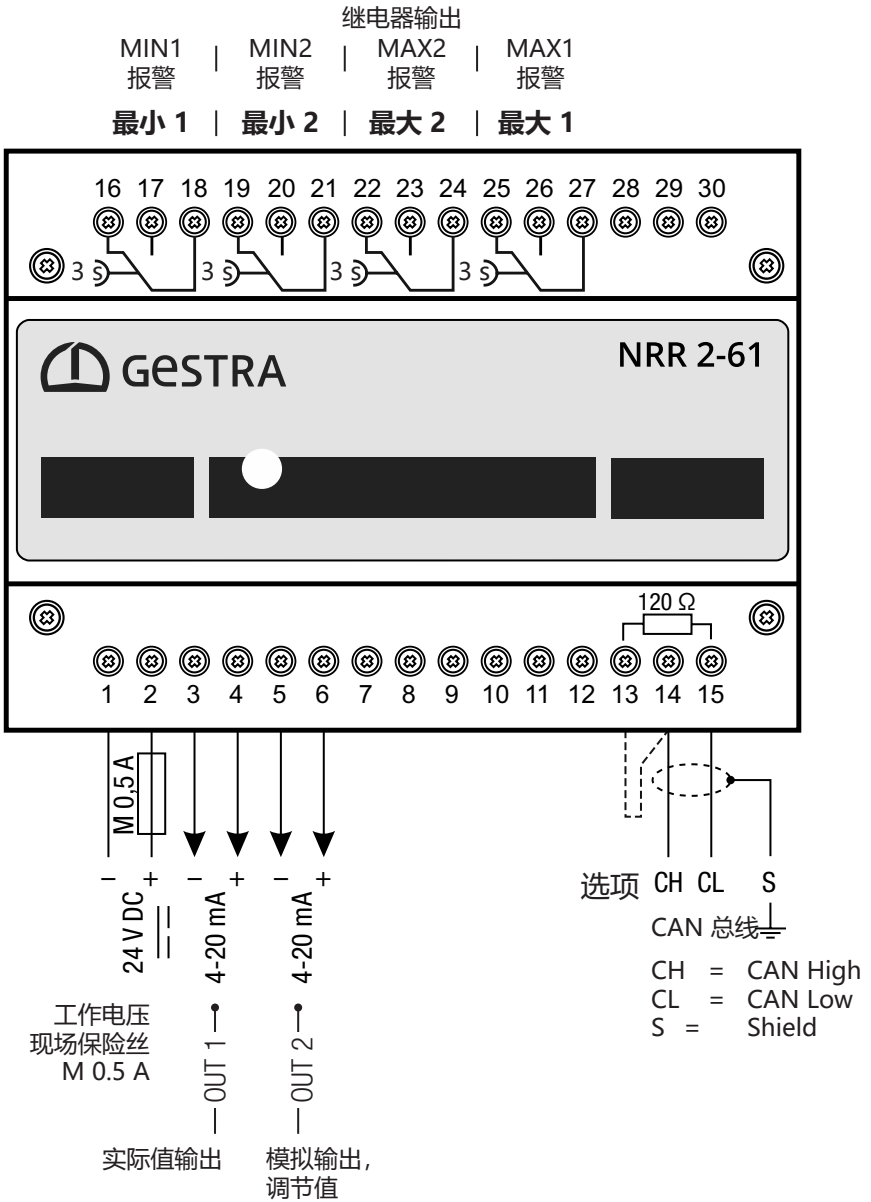
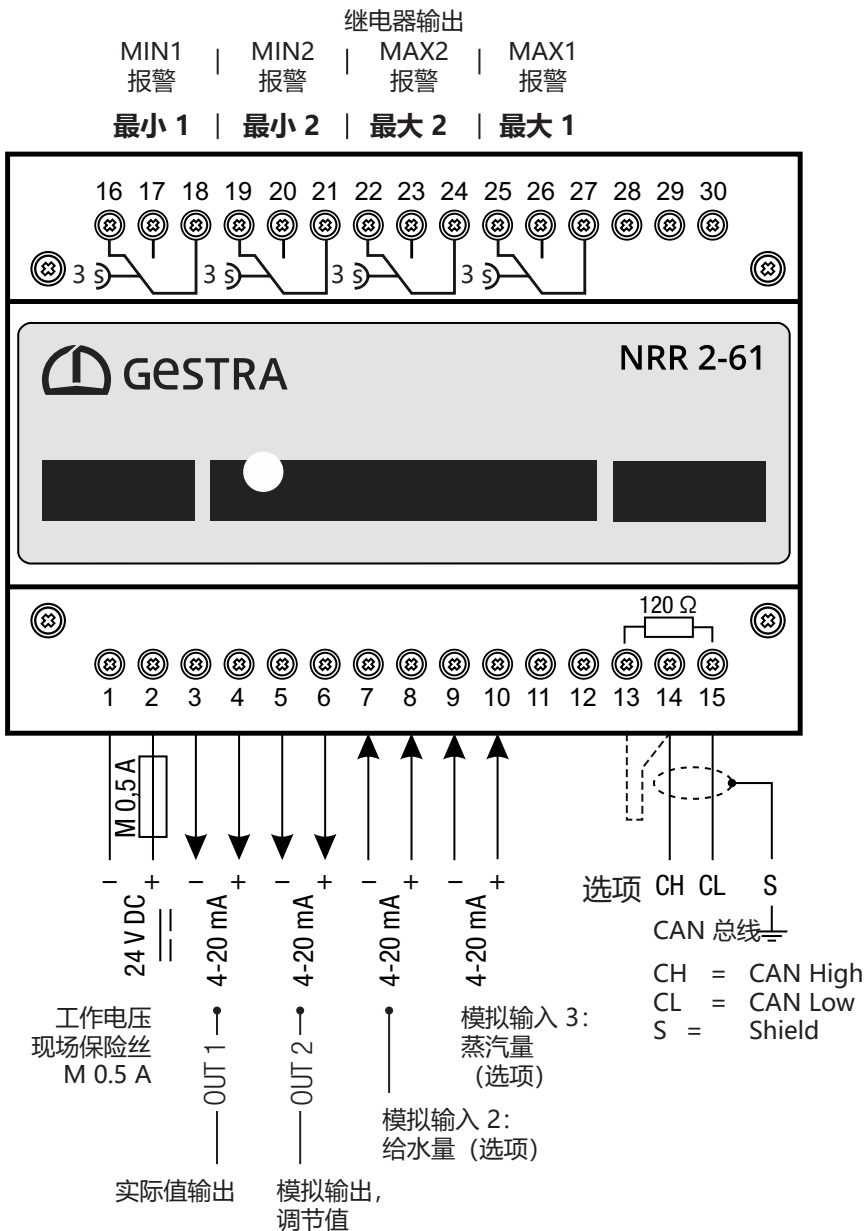

图 7
图 8
- 按照本说明书中的接线图 图 7/图 8 连接液位控制器和所有附属组件。
- 按照接线图 图 7/图 8 连接输出。